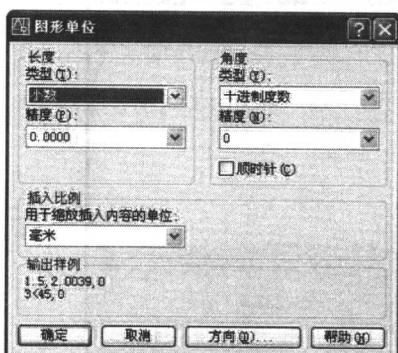

图 1-1 “图形单位”对话框
- 1) 选择“格式”→“单位”命令, 打开“图形单位”对话框, 如图 1-1 所示。